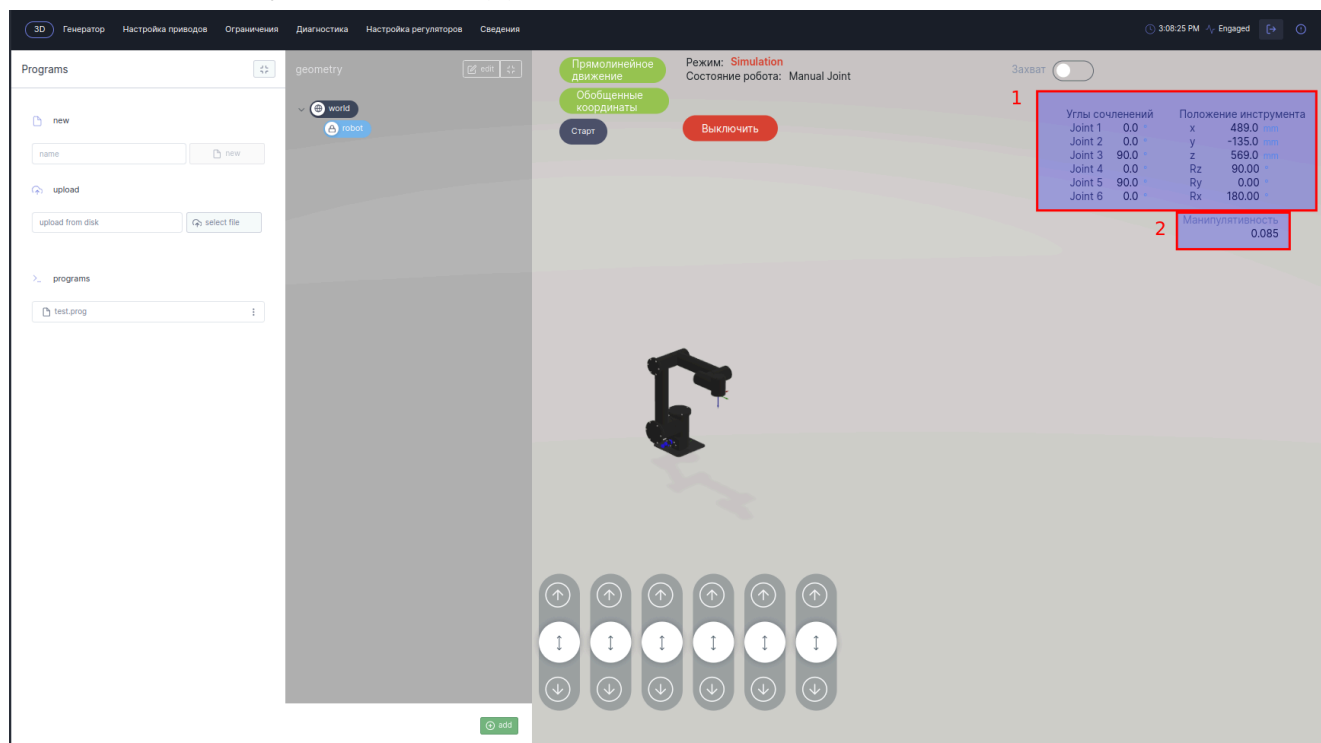

Рис. 3.5
Во вкладке **3D** также расположена информация (рис. 3.5) о текущем положении рабочего инструмента робота и углах поворота степеней подвижности (1), а также показатель манипулятивности (2).